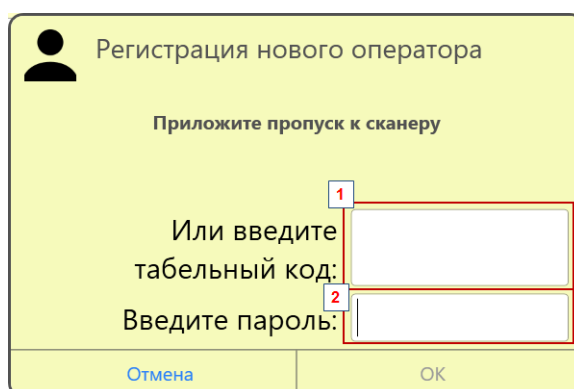

Рисунок 11 – Регистрация нового оператора
Для выполнения регистрации на станке необходимо нажать на кнопку «Регистрация», после чего либо приложить пропуск к сканеру пропусков, либо в новом окне ввести свой табельный код (1) и индивидуальный пароль (2) для работы на терминале (см. Рисунок 11):